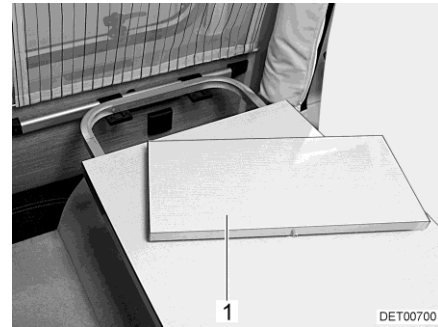

Fig. 70 Prolunga del piano del tavolo
È possibile estendere la superficie di appoggio del tavolo sospeso inserendo la prolunga del piano del tavolo (Fig. 70,1).
- Inserire la prolunga del piano del tavolo (Fig. 70,1) nella prolunga del tavolo.
- Rimuovere la prolunga del piano del tavolo (Fig. 70,1) e stivarla in modo sicuro.